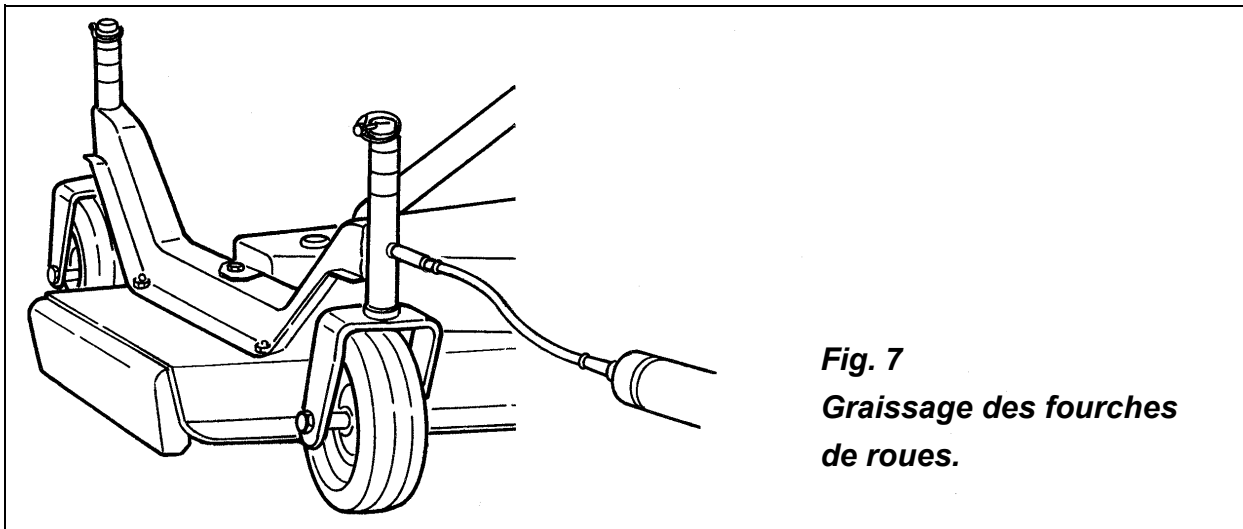

Fig. 7
1. **graisser l'arbre à cardan, les fourches des roues et les roues.** Pour le cardan, deux à trois coups de graisseur par croisillon sont suffisants ainsi que pour les arbres télescopiques; procéder de la même façon pour les fourches des roues et les roues (**voir fig. 7**). En ce qui concerne le cardan, suivre les instructions contenues dans le manuel d'utilisation et d'entretien du constructeur de cardan.